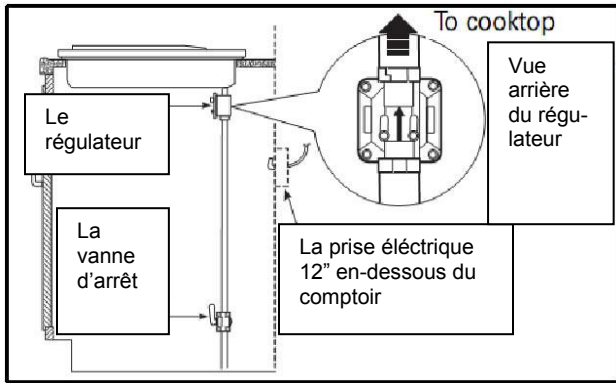

Figure 13
- **⚠ La ligne d'alimentation en gaz doit être équipée avec une vanne d'arrêt approuvée. Dans un endroit d'accès facile dans la même pièce que la table de cuisson. Ne pas bloquer l'accès à la vanne d'arrêt. Assurez-vous de savoir comment et où fermer l'alimentation en gaz à la table de cuisson. Installez la prise électrique 12'' en-dessous du comptoir (voir Figure 13).**